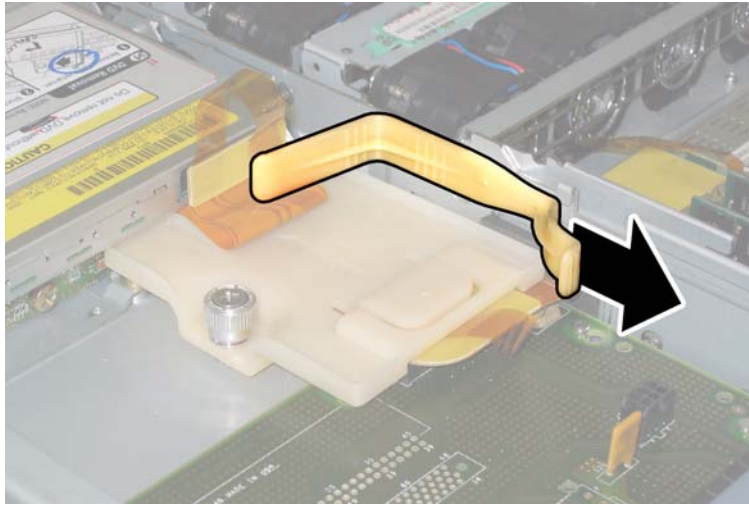

ABBILDUNG 3-50 Entfernen des oberen Kabelhalters
- 12. Entfernen Sie den oberen Kabelhalter aus dem Gehäuse. Drücken Sie den Kabelhalter zur Rückseite des Gehäuses, damit er aus den drei versetzten Öffnungen in der Gehäusezwischenwand freikommt. Siehe ABBILDUNG 3-50.**